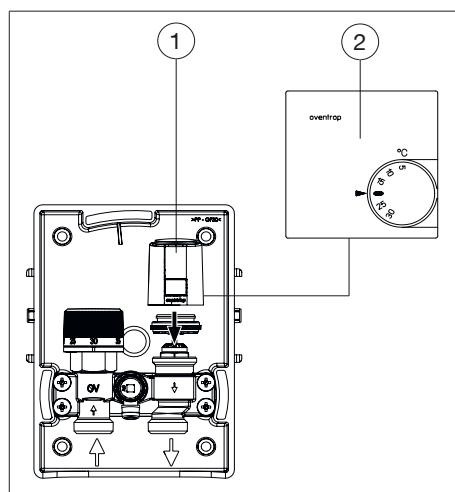

Abb. 10: Raumthermostat mit Stellantrieb montieren
- Schrauben Sie den Stellantrieb (siehe Abb. 10 auf Seite 12 (2)) auf das Ventil. Führen Sie das Kabel durch die Bohrung im Wand einbaukasten (siehe 6.1 auf Seite 9).